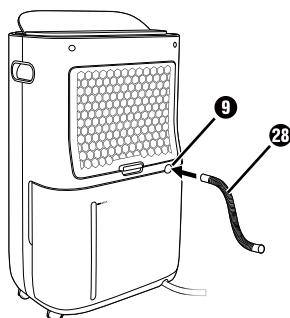

Fig. 3
- ◆ Soit enfoncez le flexible ②⑧ livré d'origine ou l'adaptateur pour tuyau d'arrosage UE ②⑨ sur l'orifice de sortie ⑨ (voir les figures 3 + 4).